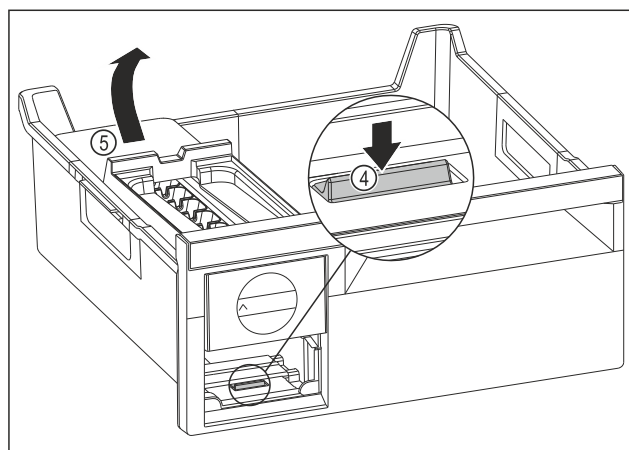

Fig. 78
- Fjern hoveddelen til EasyTwist-Ice: Trykk tappen Fig. 78 (4) ned med fingeren samtidig som hoveddelen til EasyTwist-Ice Fig. 78 (5) løftes opp fra baksiden med den andre hånden.